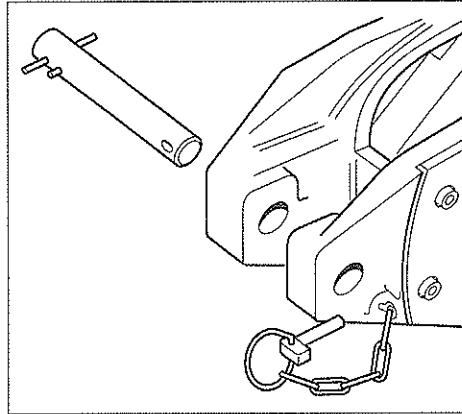

Fig. 14 - Verankeringspen verwijderd.
3. Trek de verankeringspen uit de beide huishelften (Fig. 14).